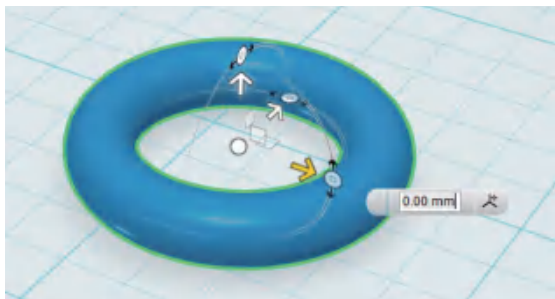

图3-17 移动
1. 移动：三个箭头表示可分别向三个坐标轴（X轴、Y轴、Z轴）方向移动，可以单击箭头并移动鼠标完成平移。也可以单击箭头后输入移动距离完成平移，距离可为负数，表示向箭头的反方向移动（如图3-17所示）。